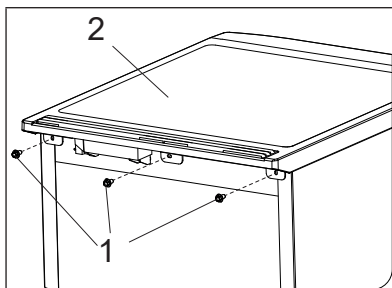

Рисунок 1
1. Торцовым ключом на 7 выкрутите винты 1 столешницы 2 (см. рис. 1).